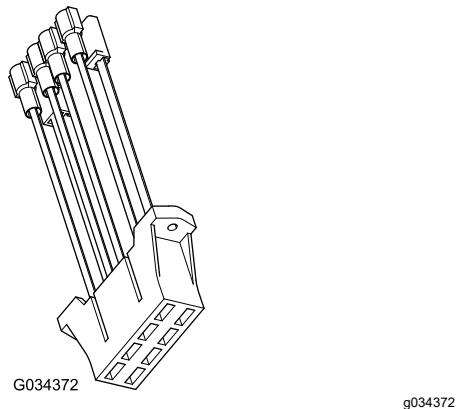

Figure 21
- Si un circuit n'est pas disponible dans le porte-fusibles de la machine, installez le porte-fusibles auxiliaire (Figure 21) sur le porte-fusibles de la machine.